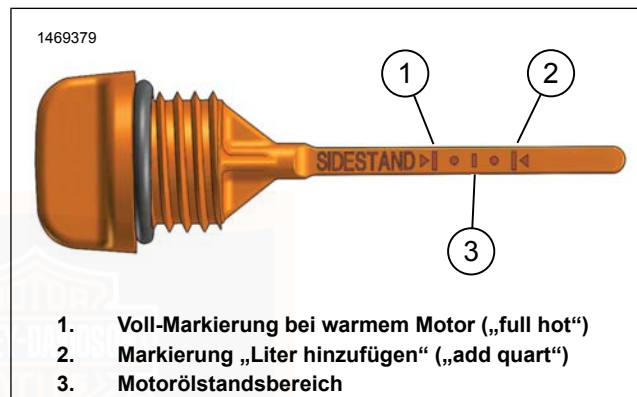

Abbildung 52. Motorölmessstab (Messung bei Fahrzeug auf Seitenänder)
- e. Siehe Abbildung 52. Den Ölstand (3) kontrollieren. Der Ölstand muss zwischen den Markierungen „full hot“ (1) und „add quart“ (2) am Messstab liegen.
16. Siehe Abbildung 52. Nur soviel Öl nachfüllen, dass der Ölstand die Markierung „add quart“ erreicht.